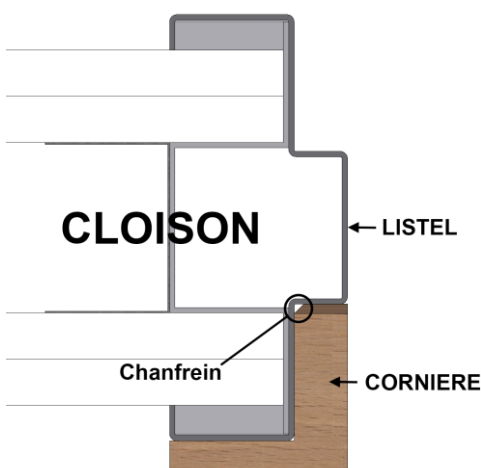

Figure 2
- **Cornière :** Retirer le film adhésif du double-face et emboîter la cornière au montant de l'huissérie en l'appuyant contre, côté le plus court en fond de feuillure contre le listel (voir **figure 2** à la page 9)
- **Cornière :** Retirer le film adhésif du double-face et insérer la cornière d'habillage entre les deux autres cornières déjà en place sur les montants, en l'emboitant à l'angle de la traverse côté double face recouvrant ainsi le parement et comblant la feuillure de l'huissérie existante (voir **figure 2** à la page 9)